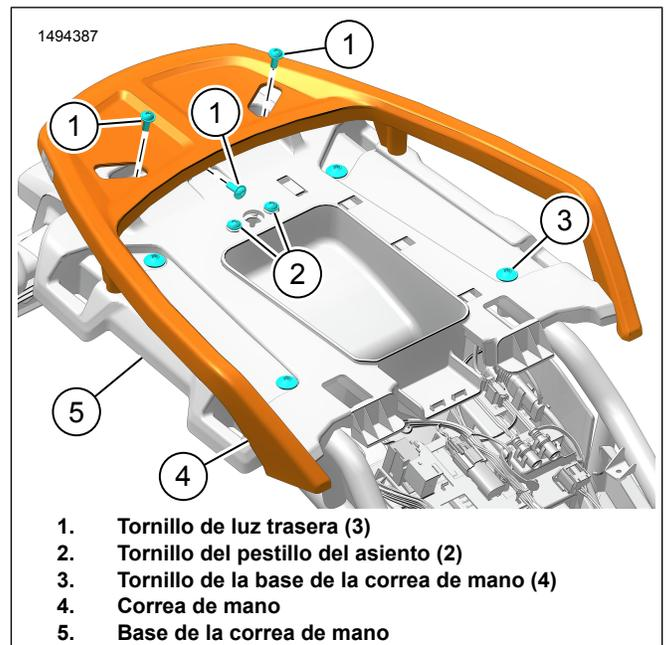

Figura 3. Sujeción manual
1. Consulte la Figura 3. Retire los tornillos de la base de la correa de mano (3).
- a. Desenchufe el conector de la luz trasera (5)
- b. Consulte la Figura 3. Retirar tornillos (1).
- a. Consulte la Figura 3. Retire el pestillo del asiento (2).